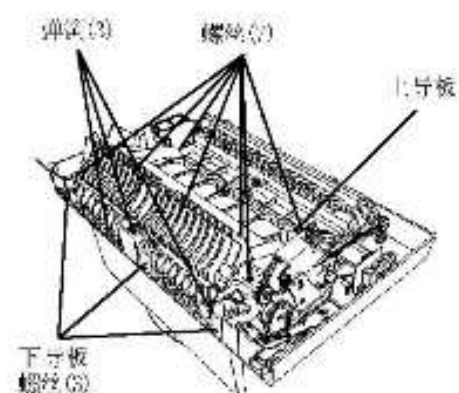

图6 安装下和上导板
3. 安装下导板螺钉(3)，弹簧(3)，上导板和螺钉(7)(图6)。